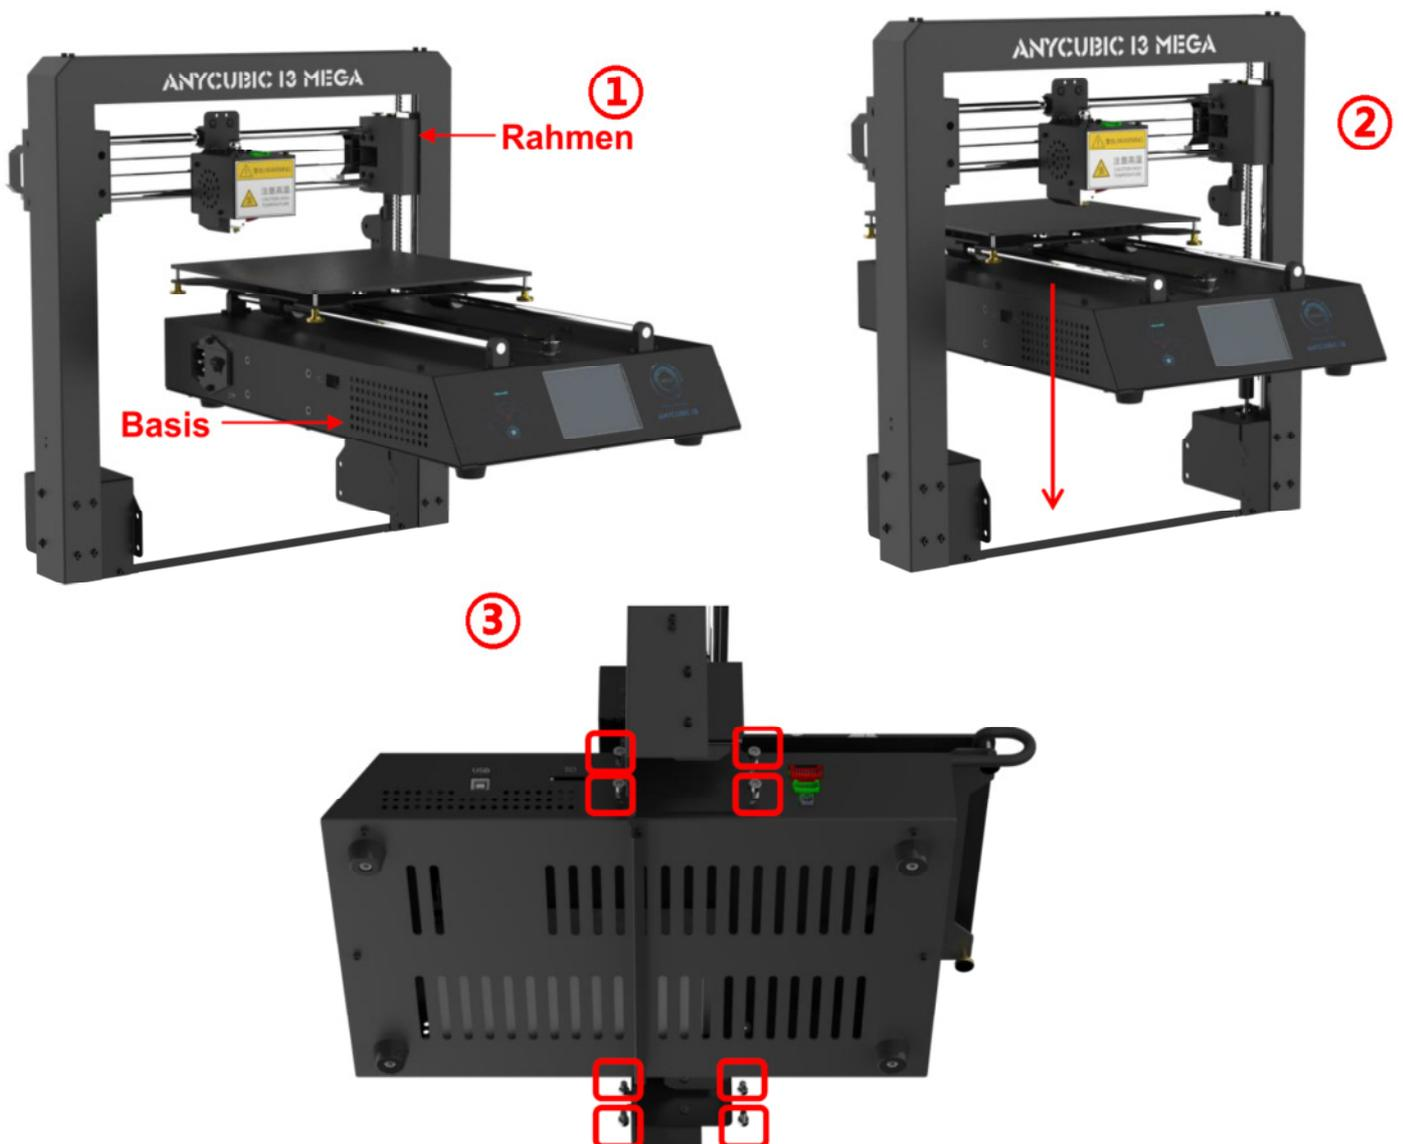

Abbildung 1
**Schritt 2** Folgen Sie ① ② ③ in **Abb. 1**. Heben Sie die Basis vorsichtig an, um sie in den Rahmen einzupassen, und befestigen Sie sie mit den 8 M5 \* 8 mm Sechskantschrauben.